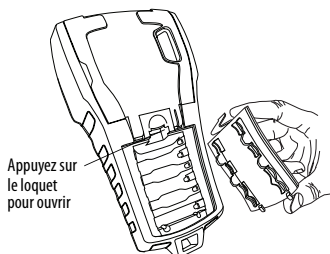

Figure 3
1. Appuyez sur le loquet à l'arrière de l'imprimante pour retirer le couvercle du compartiment à piles. Voir Figure 3.
2. Insérez le bloc-piles dans le compartiment à piles. Voir Figure 3.